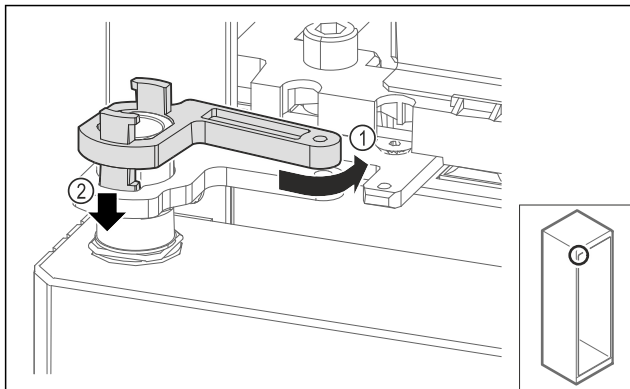

Fig. 59
- ▶ Слегка поверните фиксатор опорного кронштейна в обратную сторону Fig. 59 (1), нажмите на него сверху вниз Fig. 59 (2) и заблокируйте в шарнирном уголке.